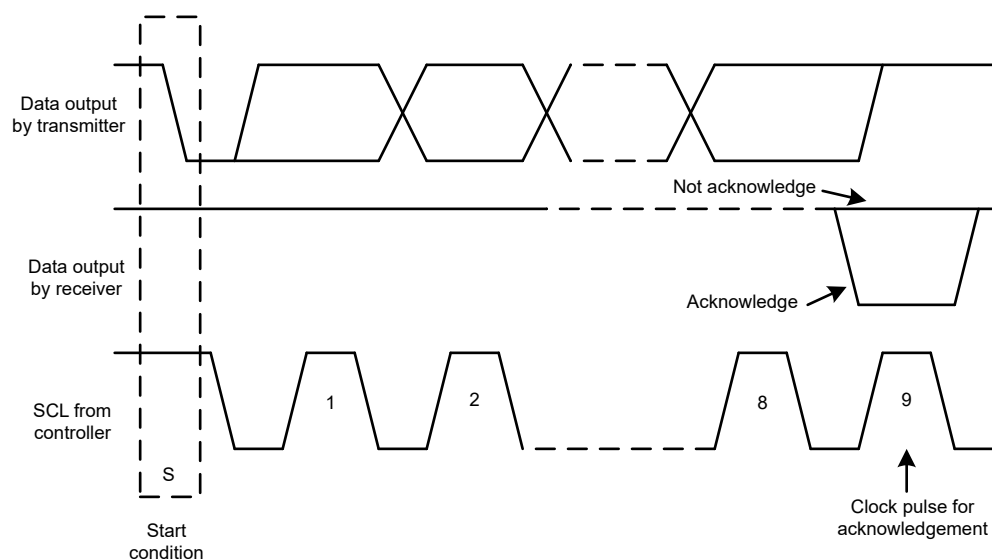
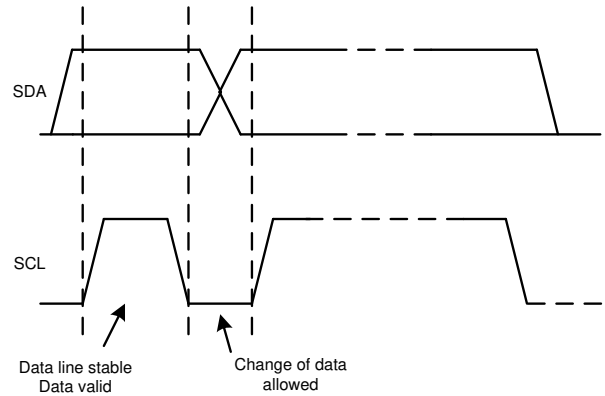

图 7-9. I²C 总线上的确认和非确认
图 7-11. 在 I²C 总线上的位传输
除了特定的时序信号外，I²C 接口还使用串行字节。在每个字节结束时，第九个时钟周期产生并检测确认信号。确认是指 SDA 线在第九个时钟周期的高电平期间被拉低。非确认是指 SDA 线在第九个时钟周期的高电平期间保持高电平，如图 7-9 所示。
2. 控制器随后产生 SCL 脉冲，并在 SDA 线上发送 7 位地址和读取/写入方向位 ($\overline{R/W}$)。在所有传输期间，控制器确保数据有效。有效数据条件要求 SDA 线在时钟脉冲的整个高电平期间保持稳定，如图 7-11 所示。所有器件都识别控制器发送的地址，并将其与相应内部固定地址进行比较。只有具有匹配地址的目标器件才会通过在第 9 个 SCL 周期的整个高电平期间拉低 SDA 线来生成确认，如图 7-9 所示。当控制器检测到此确认时，则表示与目标的通信链路已建立。